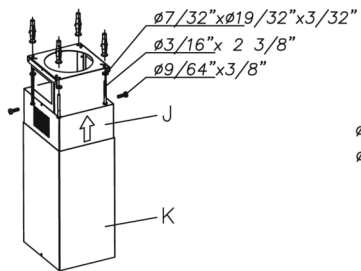

Fig. 4
- Fijar el techo a la estructura telescópica anteriormente regulada mediante 4 tornillos y arandelas. (Fig. 4).
- Introducir el tubo J con la rejilla en la parte superior y fijarlo a la estructura telescópica mediante 2 tornillos. (Fig. 4).